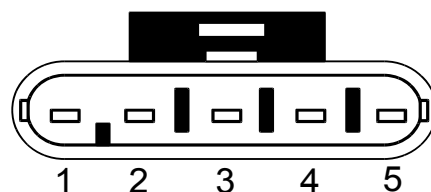

Рис.2. Схемы подключения датчика ДУ-04А в режимах калибровки, тарировки и при эксплуатации (штатной работе).
**ВНИМАНИЕ: наружная труба рабочей части, фланец и корпус датчика (см. рис.1) электрически соединены в датчике с цепью «Общий» питания (см. рис.2)!**
4.3.1 Схемы подключения датчика при калибровке, тарировке и при эксплуатации (штатной работе) приведены на рис.2.
- клемма «минус» аккумуляторной батареи (при отсутствии на автомобиле общего выключателя массы) имеет надежный электрический контакт с клеммой «Масса» (см. рис.2);
- клемма «Масса» (см. рис.2), к которой будут подключаться цепи датчика, и GPS терминала, гарантированно соединена с минусовой цепью аккумуляторной батареи автомобиля или может быть подключена к ней только через общий выключатель массы, полностью отключающий аккумуляторную батарею от всех электропотребителей;
**Соединение цепей «Общий» датчика и GPS терминала выполнить строго в одной точке — к винтовой клемме «Масса» (см. рис.2).**
4.3.2.3 Подключить датчик в соответствии со схемой подключения, приведенной на рис.2, с использованием штатного кабеля из комплекта поставки.